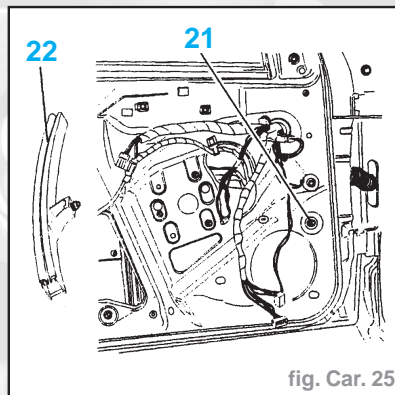

fig. Car. 25
- Déposer l'écrou (21) (fig. Car. 25).
- Dégager la vitre du coulisseau (22).